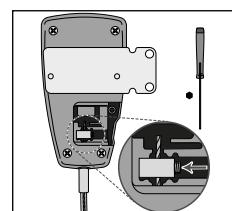

Fig. 6
5. Utilice el destornillador Allen para aflojar el tornillo de seguridad de punta cónica dos o tres vueltas y deslice el Bloque del extremo del cable interior (**ver Fig. 6**).